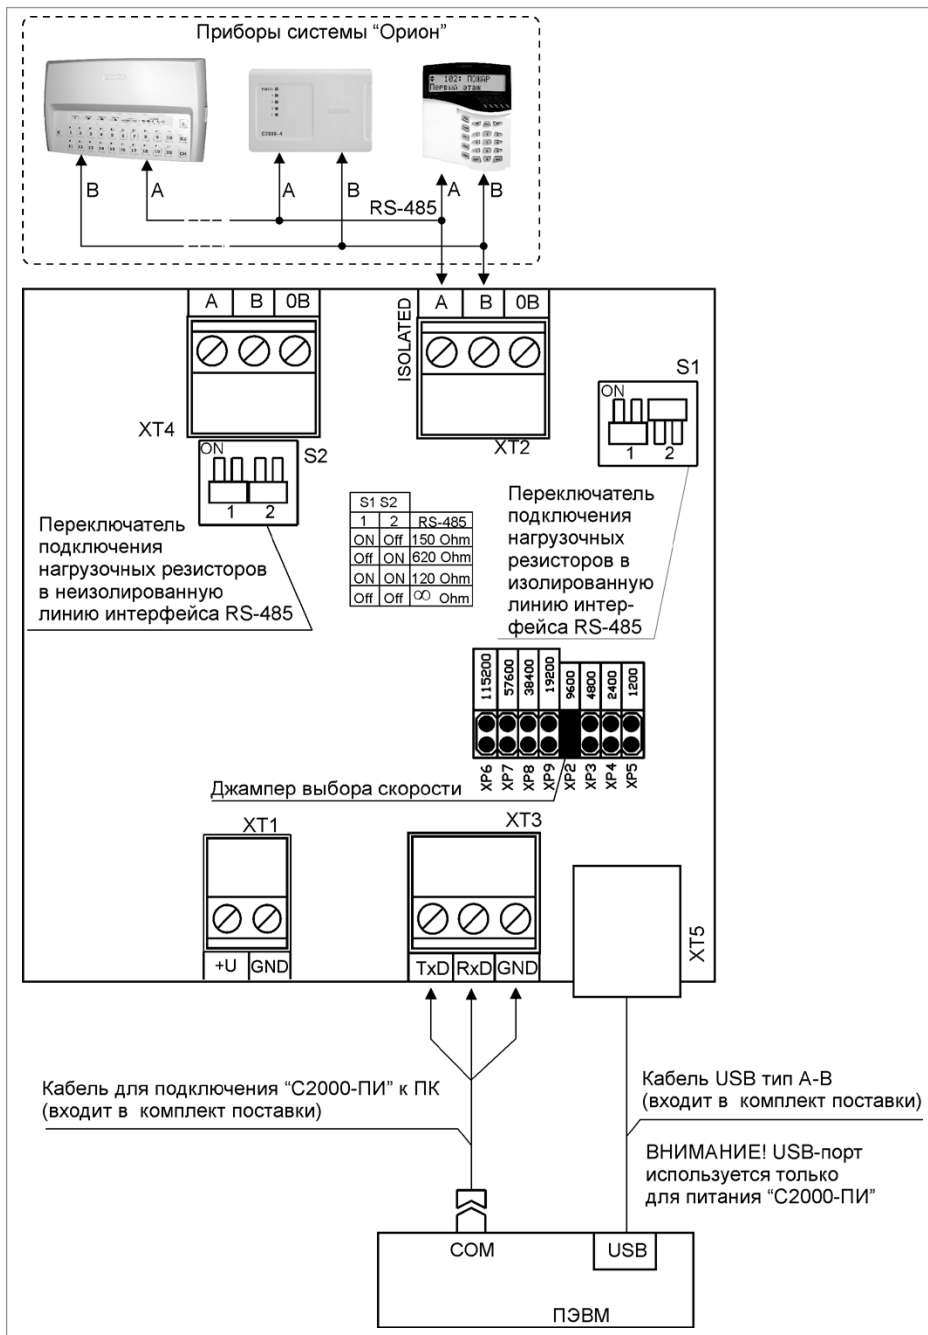

Рисунок 3. Схема внешних соединений «С2000-ПИ» в режиме преобразователя интерфейсов RS-232/RS-485
1.3. Подключите преобразователь в соответствии с проектной документацией и схемой на Рисунок 3.
- в режиме преобразователя интерфейсов RS-232/RS-485 (см. Рисунок 3),